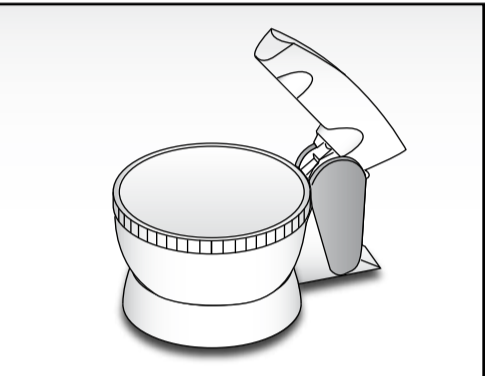

Fig. 2
- Poser le support (B) sur une surface plate et stable.
- Positionner le bol (A) dans son logement (Fig. 2).
- Die Aufnahme (B) auf eine ebene und stabile Fläche stellen.
- Die Schüssel (A) in die entsprechende Öffnung einsetzen (Abb. 2).
- Apoyar el soporte (B) sobre una superficie plana y estable.
- Posicionar el recipiente (A) en el espacio correspondiente (Fig. 2).